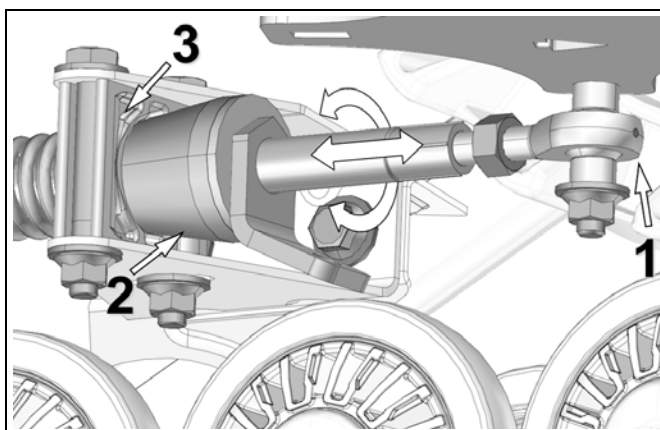

Abbildung 18
- Drehen Sie die Mutter des Stabilisierungsarms, um die Länge des Stangenkopfes (1) einzustellen und dafür zu sorgen, dass der Gummikegel/Gummidämpfer (2) leichten Druck auf die Verdrehsicherungs-Halterung (3) ausübt. Siehe Abbildung 18.